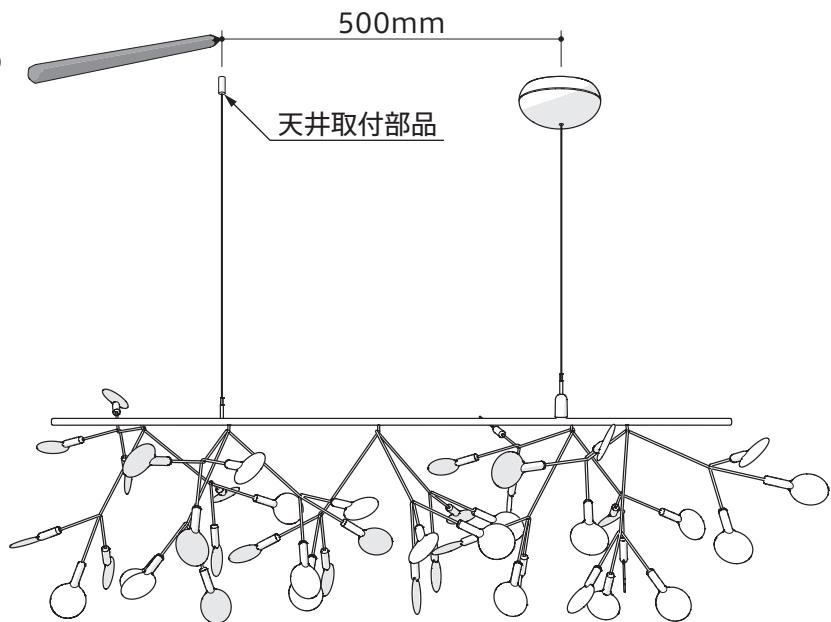

図5
6. 建築側の電源コードを引き込んで、カバーキャップ上部を付属のタッピンネジにて天井に固定します。 (図5)